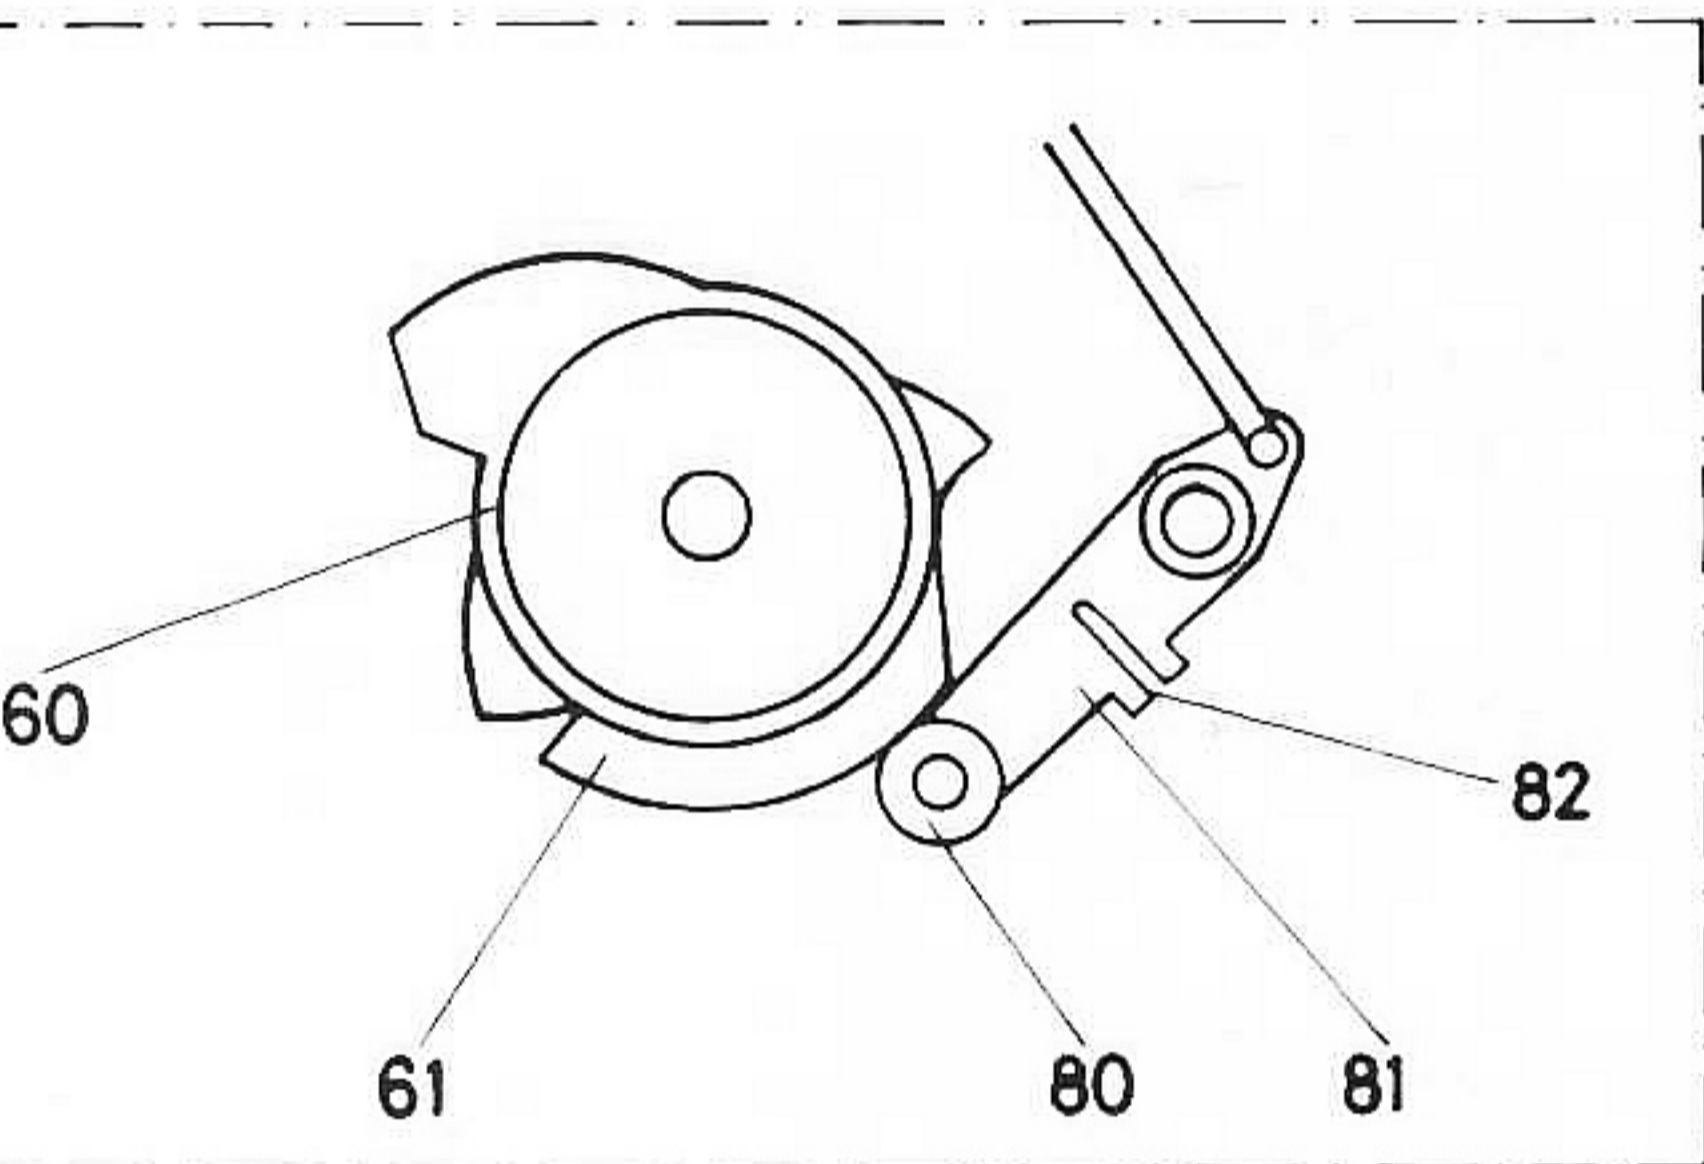

Fig. 29
Justering av manöverlänk (81) fig 29